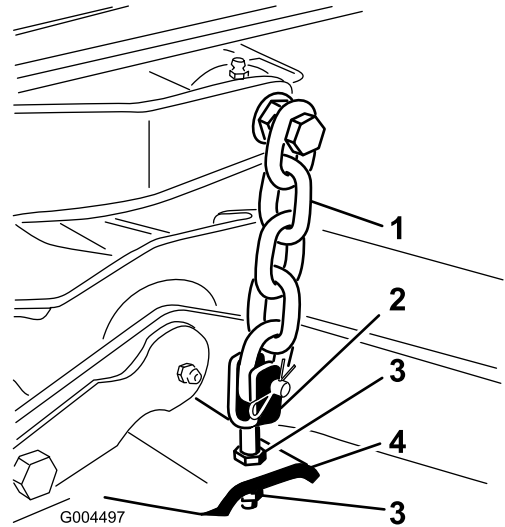

图5
8. 调节将剪草机轭/链条固定到剪草机的锁紧螺母直至剪草机达到水平 图5。
7. 调节固定后剪草机轭/链条 图5 的锁紧螺母以升高剪草机的后部使刀片间距设定到 811mm。